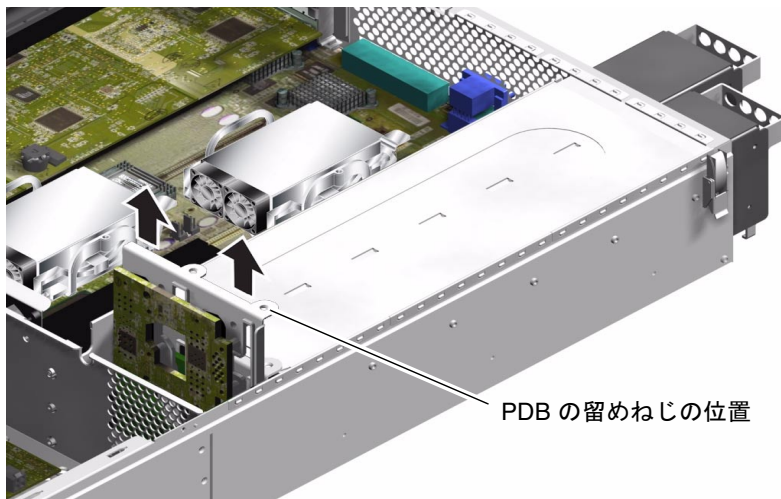

図 1-15 配電盤の取り外し (Sun Fire V240 のみ)
6. PDB から外れるところまで、シャーシからすべての PSU を引き出します。詳細は、図 1-15 を参照してください。
7. PDB を固定している留めねじを外します。詳細は、図 1-15 を参照してください。